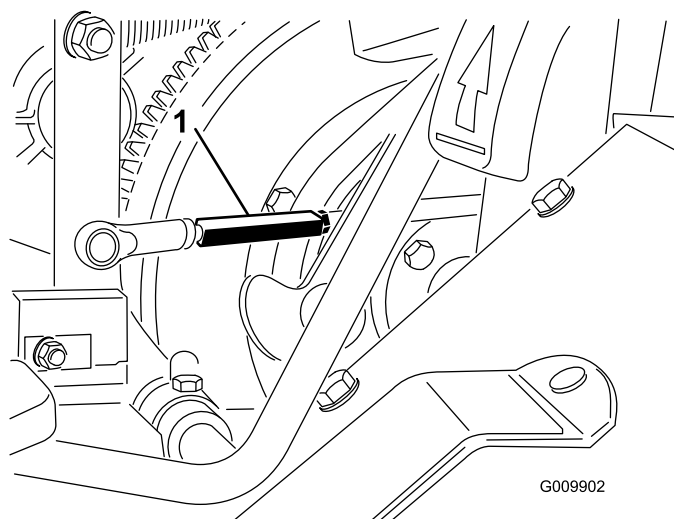

Figura 58
2. Allentate i controdadi da ciascun lato della canna dell'asta di trazione (Figura 58).